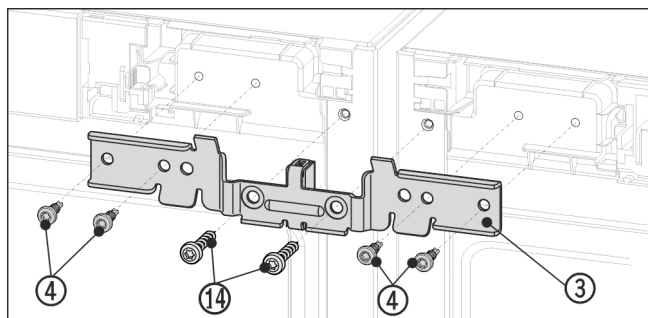

Fig. 13 Примерно изображение
- ▶ Вкарайте ъгъла Fig. 13 (3) с дистанционера между уредите и върху шийките. Завинтете хлабаво ъгъла с четири винта Fig. 13 (4) и предварително развинтените заземителни винтове Fig. 13 (14) последователно отдясно и отляво.